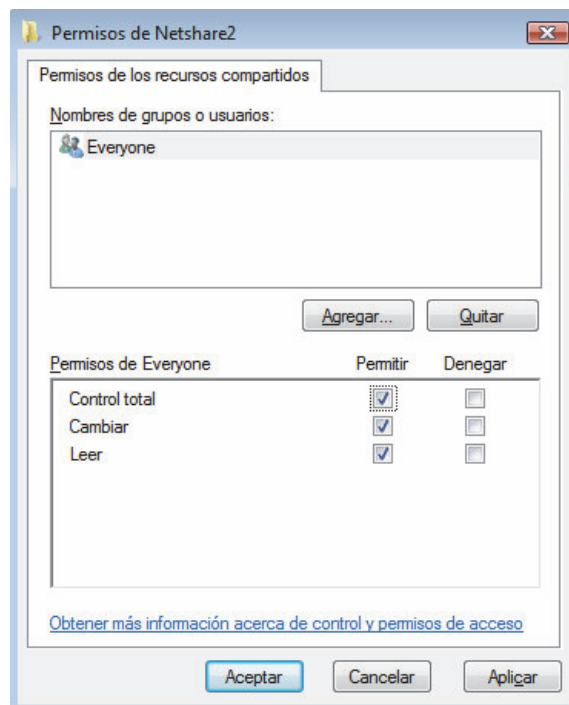

Figura 8-10 Cuadro de diálogo Permisos de Netshare
5. Seleccione el botón Permisos (Permisos). Se abre el cuadro de diálogo Permisos for Netshare (Permisos de Netshare) (Figura 8-10).
6. Seleccione la casilla de verificación Allow (Permitir) de Full Control (Control total) tal y como se muestra en la Figura 8-10 para que todas las casillas de verificación Allow (Permitir) estén seleccionadas.